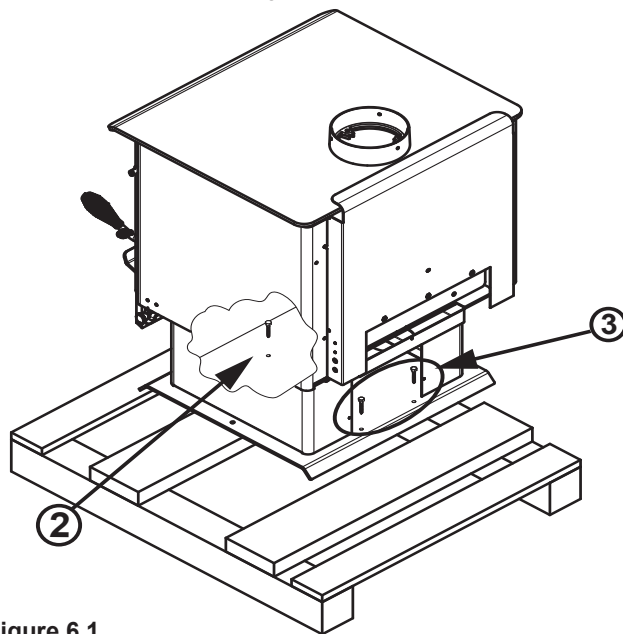

Figure 6.1
2. À l'aide d'une douille de 7/16 po ou d'une clé, enlever l'écrou situé à l'intérieur de la partie avant de l'appareil (**figure 6.1**).
3. Utiliser une douille de 7/16 po ou une clé et enlever les deux écrous à l'arrière de l'appareil (**figure 6.1**).